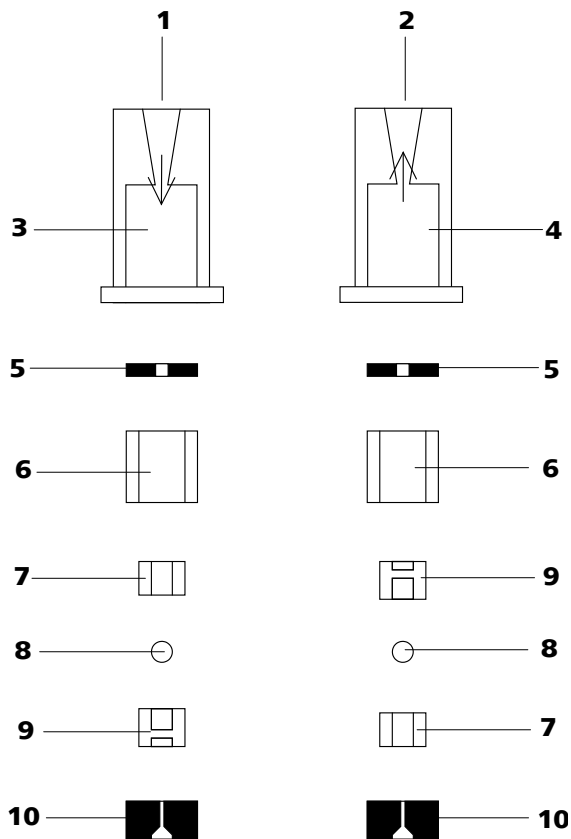

Abbildung 47 Bestandteile von Einlassventil und Auslassventil
- Einlassventil und Auslassventil bestehen aus den gleichen Bestandteilen, die nur unterschiedlich angeordnet sind (siehe Abbildung 47, Seite 90).
Ventilbestandteile *gemäss* Abbildung 47, Seite 90 wieder zusammensetzen.
- Die übrigen Ventilbestandteile in der richtigen Reihenfolge (*siehe Abbildung 47, Seite 90*) aufeinander legen
Ist dies nicht der Fall, muss das Ventil nochmals zerlegt und richtig zusammengesetzt werden (*siehe Abbildung 47, Seite 90*).